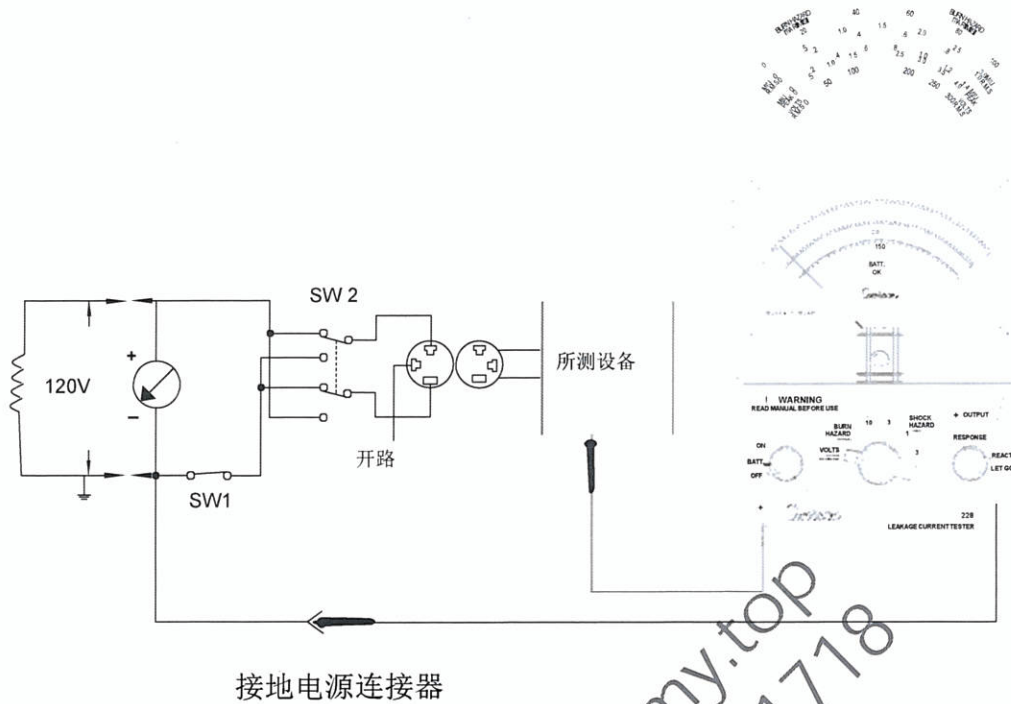

图7 典型测试设置
第17页图7展示了典型的测试设置。除了228泄露电流仪表及其附件，其他部件都由用户提供。
3. 将仪器与所测试设备进行连接。上图7显示了典型测试设置，不要启动电源。
1. 使用SW2开关（见14页图7）反转火线和零线。不要关闭SW1激活测试装置。重复进行电压、烧伤危险和电灼伤危险的测试后，将SW2返回至原始位置。